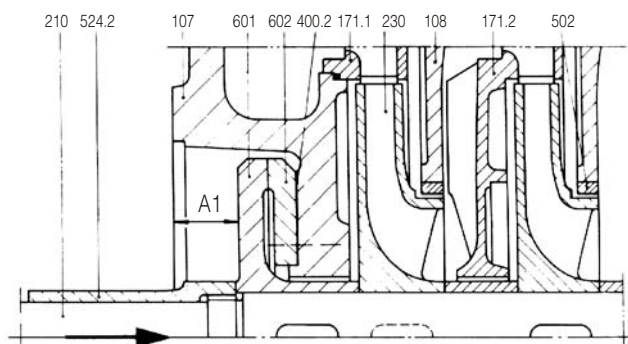

Fig. 51
13. Montar o corpo de mancal (350) e fixar simultaneamente através das porcas (920.2) esta peça e a caixa de gaxeta (451).
14. Montar o anel interno do rolamento (322) e a luva de trava (52-4) sem apertá-los definitivamente no lugar.
17. A causa do desvio também pode estar na falta de paralelismo e esquadro das faces de contato das seguintes peças: disco (601), contra-disco (602), luvas protetoras (524.1/2) caixa de gaxeta (451), tampa da câmara resfr. (165), corpo de mancal (350), rotores (230) e luvas (525.1 e 521).
20. Empurrar o eixo na direção da sucção (sentido da seta) até o disco encostar no contra disco e obter a medida "A1" (vide Fig. 51).